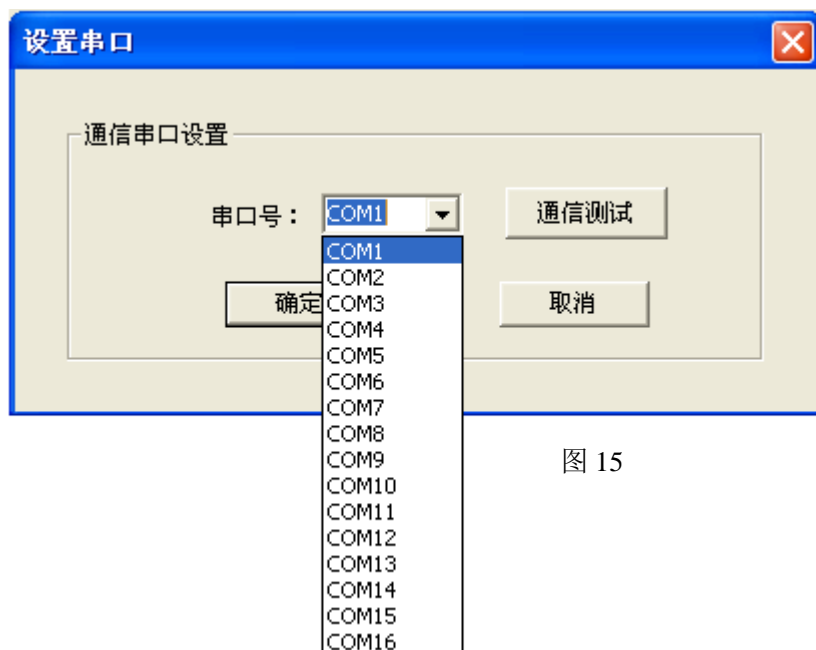

图 15
- ◆ “串口设置”：串口设置界面如图 15 所示，软件提供了“保存”功能，选择正确的串口号（共有 16 个串口可选择），按“确定”按钮，表示确认选择的串口号和串口设置信息被保存；按“通信测试”按钮，若提示“通信测试成功！”表示串口设置正确且 PC 机和设备间通信信道连接也正确。若通信物理连接没有改变，则重新打开软件或者设备重新上电后，不需要重新设置串口。